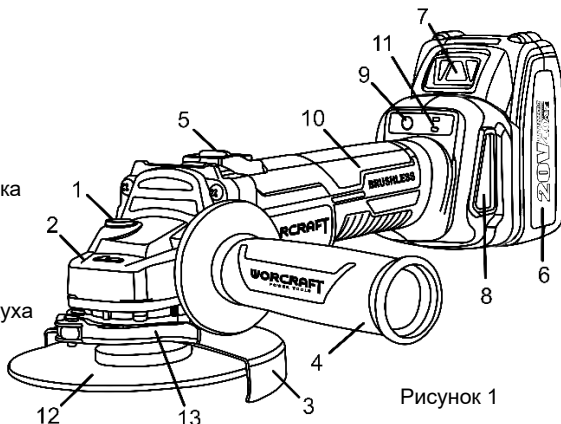
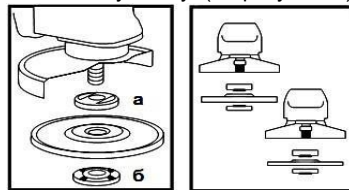

Рисунок 1
Рисунок 2
4.2 Міцно встановіть передню рукоятку (4, рисунок 1) у відповідний різьбовий отвір.
4.3 Встановіть захисний кожух (3, рисунок 1) у потрібне положення, залежно від виду роботи та диска, що використовується.
4.4 Встановіть на виріб абразивний диск. Для цього натисніть на кнопку блокування шпинделя (1, рисунок 1) і перевірте диск до такого положення, при якому він заблокується. За допомогою фланцевого ключа з комплекту постачання, відверніть і зніміть затискну гайку (6, рисунок 2). Встановіть абразивний диск на посадкове місце фланцевої шайби (а, рисунок 2), наживіть рукою затискну гайку на шпиндель і затягніть її за допомогою фланцевого ключа з комплекту постачання. Відпустіть кнопку блокування шпинделя та переконайтеся в тому, що вона вивільнена, шляхом дво- або триразового натискання. Перевірте диск і впевніться, що шпиндель розблокований. При встановленні диска з утопленим центром завжди розміщуйте його випуклою стороною до фланцевої шайби (дивіться рисунок 2).
4.6 Оберіть потрібну швидкість обертання шпинделя натисканням кнопки (9). Максимальна швидкість обертання: «I» = 3500 об/хв, «II» = 8500 об/хв. Світлові індикатори (11, рисунок 1) відображають обраний швидкісний режим.
4.9 Не перевантажуйте виріб. Слідкуйте за температурою корпусу редуктора (2, рисунок 1) та електродвигуна, яка не повинна перевищувати 70 °С. Якщо виріб нагрівся, дайте йому можливість кілька хвилин попрацювати без навантаження. При роботі дотримуйтеся циклічності: 15 хвилин роботи – 10 хвилин перерви (або час, необхідний для охолодження електродвигуна та редуктора).
4.10 Слідкуйте за тим, щоб пилонепроникні фільтрувальні сітки (8, рисунок 1) на вентиляційних отворах для охолодження виробу були завжди чистими та відкритими.
- зніміть знімні фільтруючі сітки (8, рисунок 1);
- вставте фільтруючі сітки (8, рисунок 1) у відповідні місця.